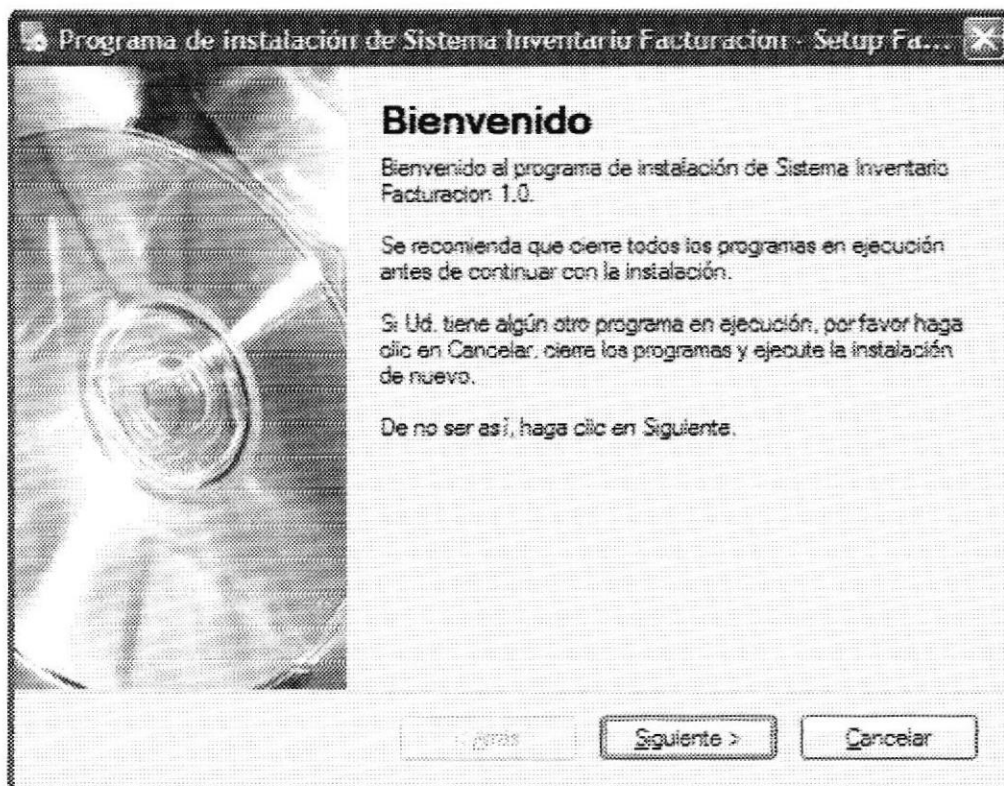

Figura 4.7. Pantalla de Bienvenida a la Instalación S.I.F
5. A continuación ingresaremos al proceso de instalación dándole doble-clic al ícono setup y se abrirá la pantalla de Bienvenida al proceso de instalación del sistema como se muestra en la figura 4.7.